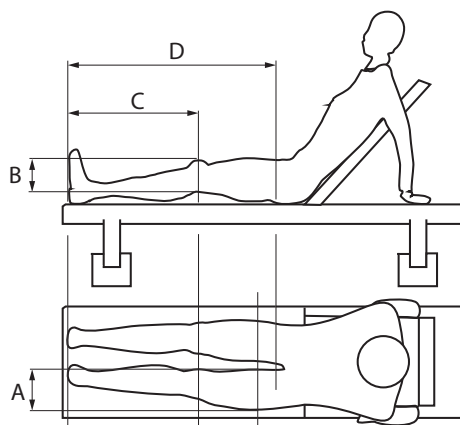
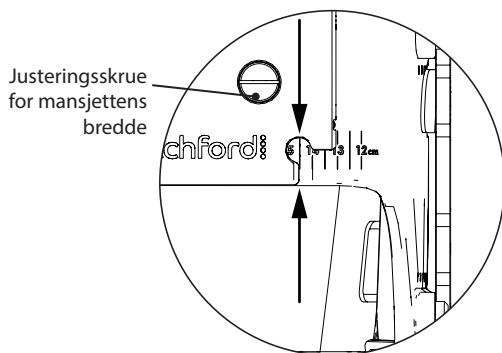

Fig. 13
Fig. 14
1. Plasser brukeren som vist i Fig. 13. Brukeren skal sitte komfortabelt på en horisontal behandlingsbenk.
3. Mål følgende (se avsnitt Fig. 13) mens det rammede benet ligger horisontalt. Ta med tykkelsen på klærne når du måler:
- Løsne breddejusteringsskruene på nedre lårmansjett og leggmansjetten, og skyv mansjettsidene likt sammen eller fra hverandre etter behov for å stille inn mansjettbredden til brukerens maksimale lårbredde A (se Fig. 13) med centimeterskalaen på hver mansjett. Stram så justeringsskruene til 5 Nm for å feste mansjettene i posisjon. Se Fig. 14 for å finne ut hvordan du leser av skalaen på mansjettene.
Merk... Skalaene på mansjettene leses av ved pilen som vises i Fig. 14, der den indre vertikale kanten av den ytre mansjetten (rett under midten av hullet) er på linje med skalaen på den indre mansjetten. Eksempelet viser en breddeinnstilling på 14,5 cm for den nedre lårmansjetten.
2. Skyv de mediale og laterale forlengelsesskinnene ut/inn samtidig for å henholdsvis øke/senke høyden til skinnekneet like mye på medial og lateral side, til midtpunktene i kneet og følgeleddet er i samme nødvendige vertikale høyde (mål C i Fig. 13 minus beregnet forskyvning).
2. Forleng/trekk inn den øvre lårmansjetten og stroppen ved å løsne låseskruene for forlengelse på den laterale, øvre, forlengbare sideskinnen for kneet, og skyv på skinnen slik at den øvre lårstroppen på den mediale siden er ca. 5 cm nedenfor lysken (tilsvarer brukerens innerbenslengde D i Fig. 13).